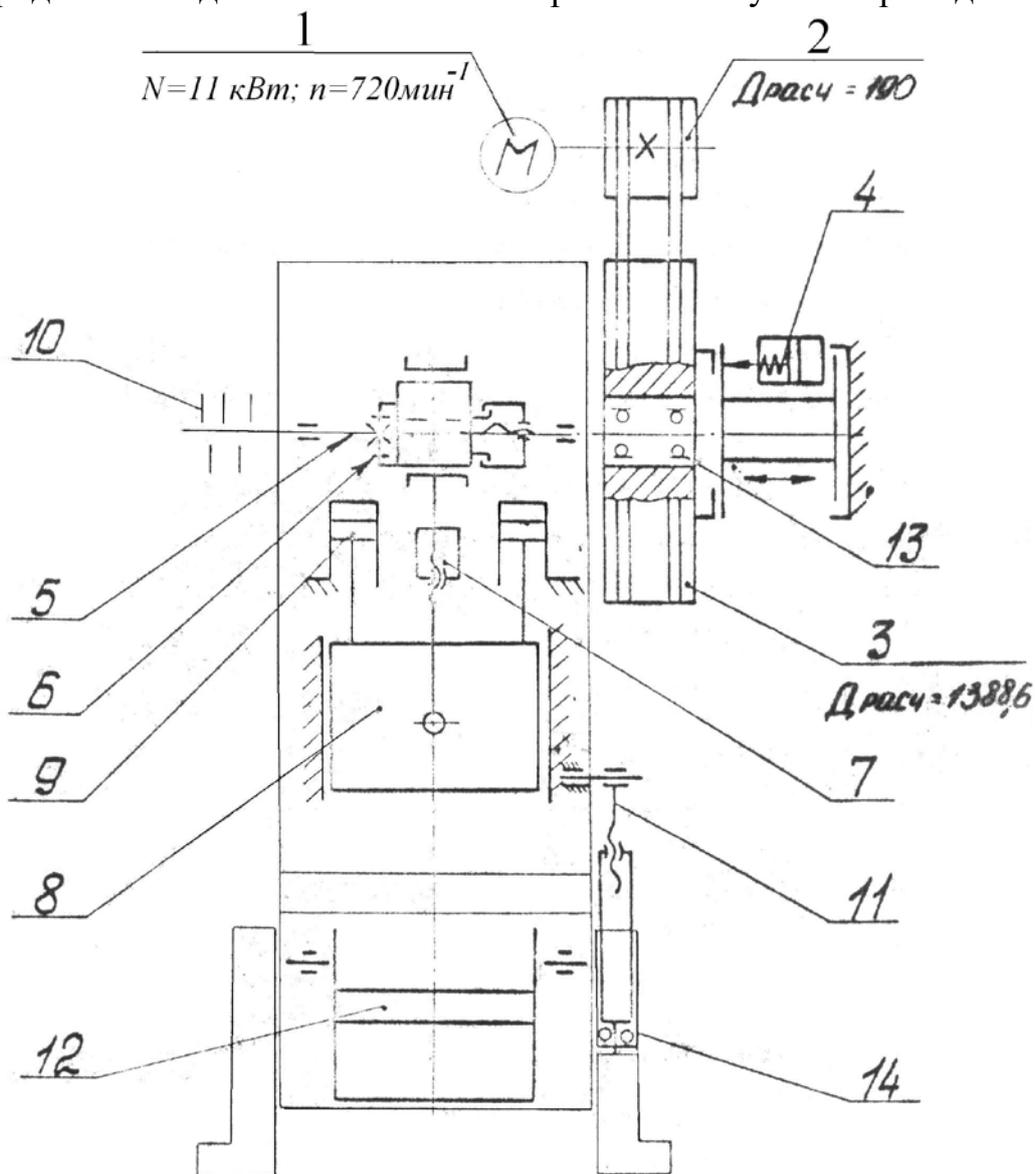

Рис. 4 Схема кинематическая
5.1 Схема кинематическая (рис.4).